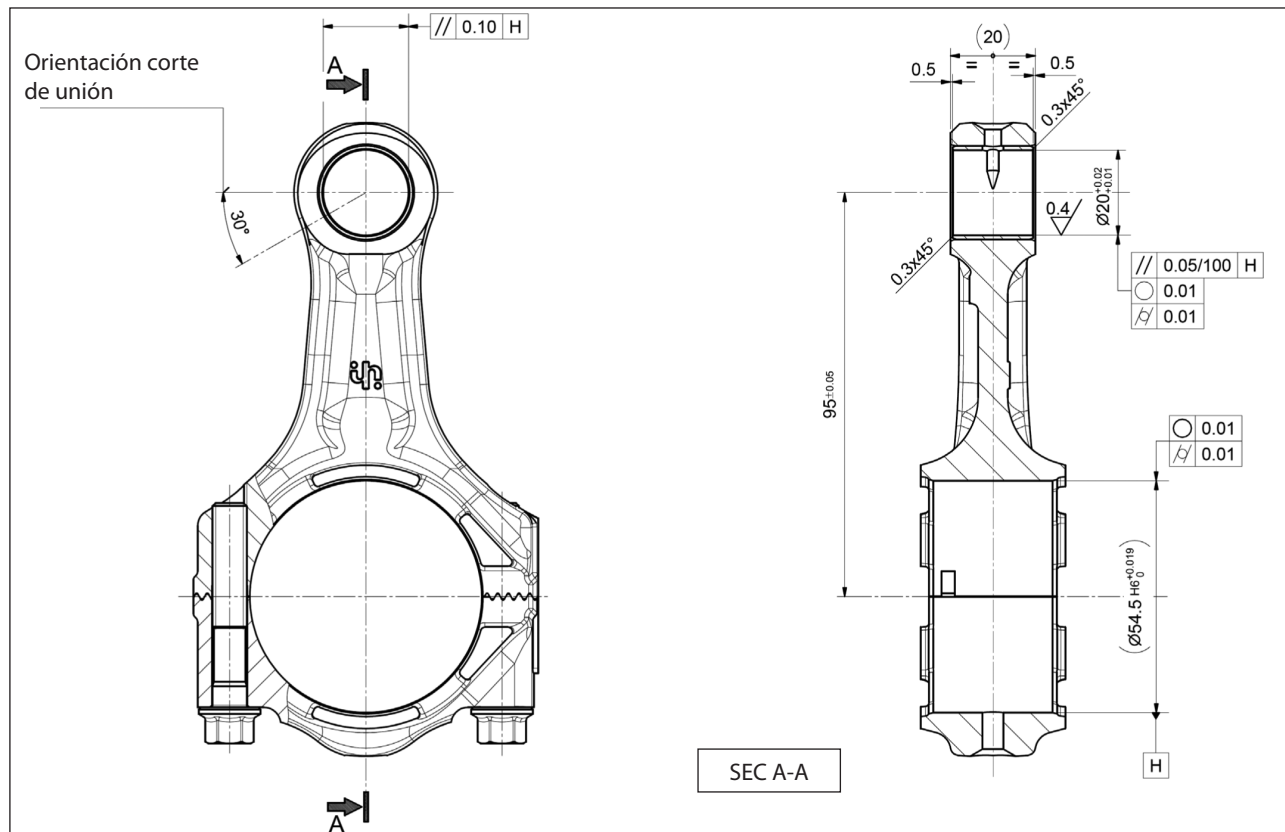

Fig. 25
- el corte de unión sea orientado como se indica en Fig. 25.
A continuación realizar trabajos mecánicos respetando obligatoriamente las dimensiones y tolerancias mostradas en la Fig. 25.